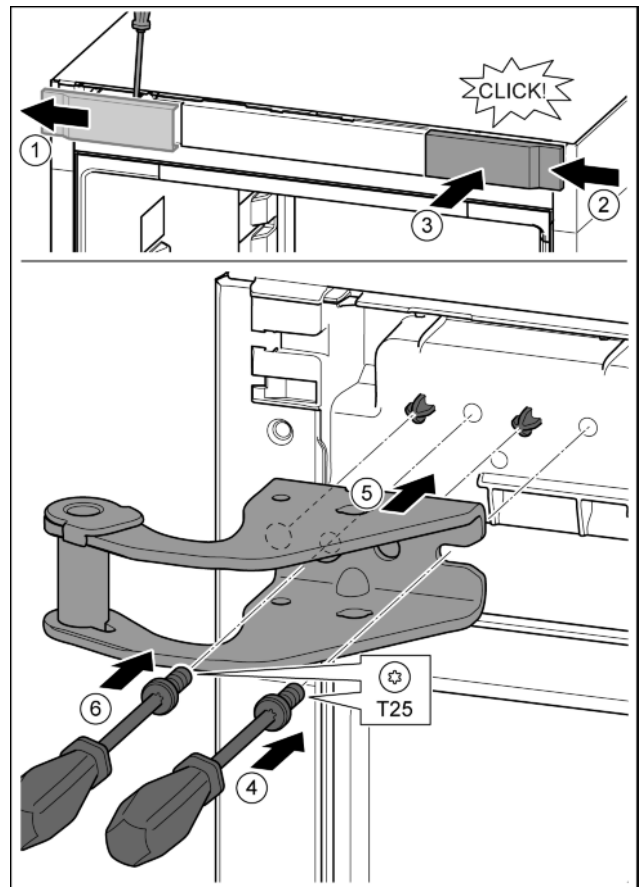

Fig. 15
- ▶ Освободете капака с помощта на отвертка и го свалете странично. Fig. 15 (1)
- ▶ Закачете капака, завъртян на 180°, от другата страна отдясно. Fig. 15 (2)
- ▶ Фиксирайте капака. Fig. 15 (3)
- ▶ С отвертка T25 поставете винта. Fig. 15 (4)
- ▶ Поставете горната лагерна стойка. Fig. 15 (5)
- ▶ Затегнете винта. Fig. 15 (4)
- ▶ С отвертка T25 поставете винта и го затегнете. Fig. 15 (6)